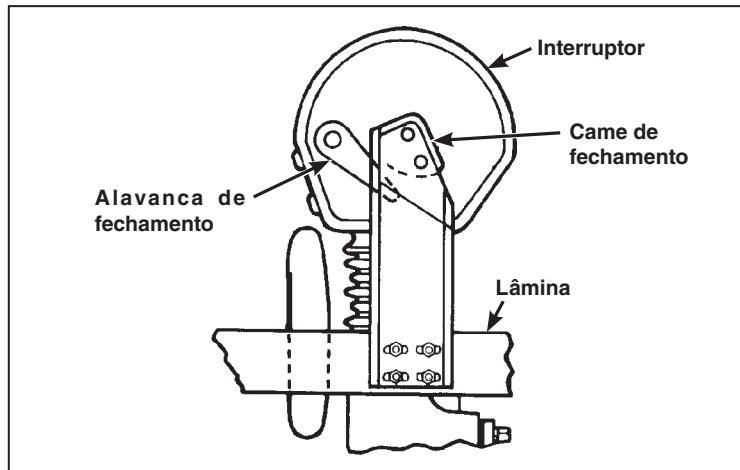

Figura 42. Conjunto da lâmina movimentando na direção de fechamento.
- (b) Na movimentação do conjunto das lâminas na direção de fechamento, cada came de fechamento deve fazer um encaixe positivo com sua alavanca de fechamento respectiva. Ver Figura 42.